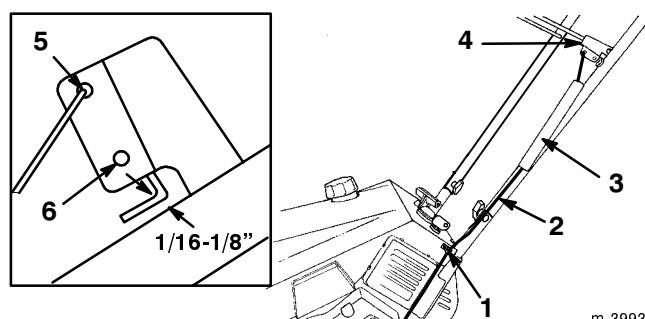

Figure 3
- Faites passer la câble dans la boucle située du côté gauche de la machine (Fig. 3).
- Placez la protection sur le ressort et le dispositif de réglage du câble, et poussez l'extrémité du ressort dans le trou à l'extrémité de la protection du ressort (Fig. 3).
- Accrochez le ressort dans le trou supérieur du support de la barre de commande (Fig. 3).
- Vérifiez que l'écart entre la barre de commande et le mancheron est compris entre 0,16 à 0,32 cm (voir l'encart de la Fig. 3). Pour modifier l'écartement, reportez-vous à la section *Réglage du câble de commande* page 15.